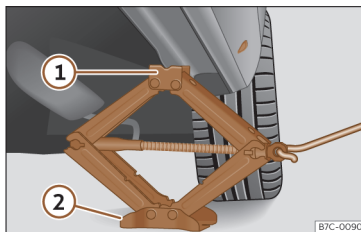

Fig. 36 Larguero: colocación del gato del vehículo.
- Gire la manivela del gato, situado bajo el punto de apoyo del larguero, para elevarlo hasta que la pestaña ① >>> fig. 36 quede situada bajo el alojamiento previsto.
- Alinee el gato de modo que la pestaña ① “agarre” en el alojamiento previsto del larguero y la placa base móvil ② quede apoyada en el suelo. La placa base ② debe caer en la vertical respecto al punto de apoyo ①.